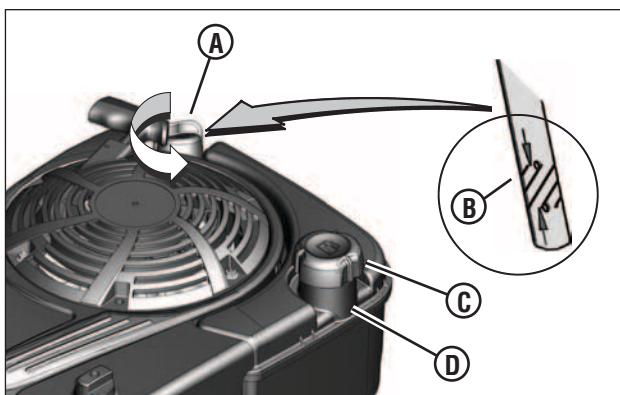

Figura 2: Llenado de aceite y combustible
- Saque la varilla de nivel de aceite (A, **Figura 2**) y límpiela con un paño limpio.
- Saque la varilla y compruebe el nivel del aceite. Debe estar en la parte superior del indicador de lleno (B) de la varilla.
- Retire la tapa del depósito de combustible (C, **Figura 2**).
- Llene el depósito con combustible. Consulte la sección titulada "Recomendaciones sobre combustible". Para permitir que el combustible se expanda, no lleve el depósito por encima de la parte inferior del cuello del tanque de combustible (D).